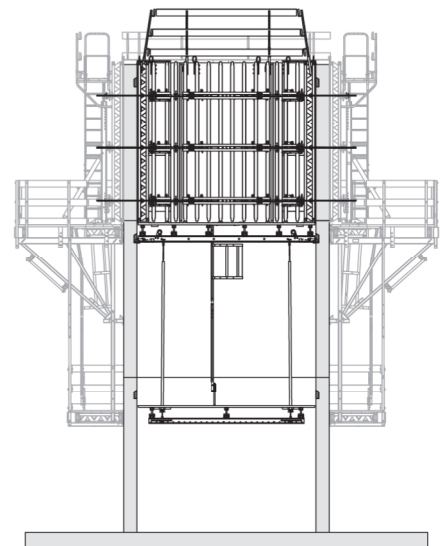

Fig. A4.06
13. Controllare che la piattaforma di ripresa appoggi correttamente. (Fig. A4.06)